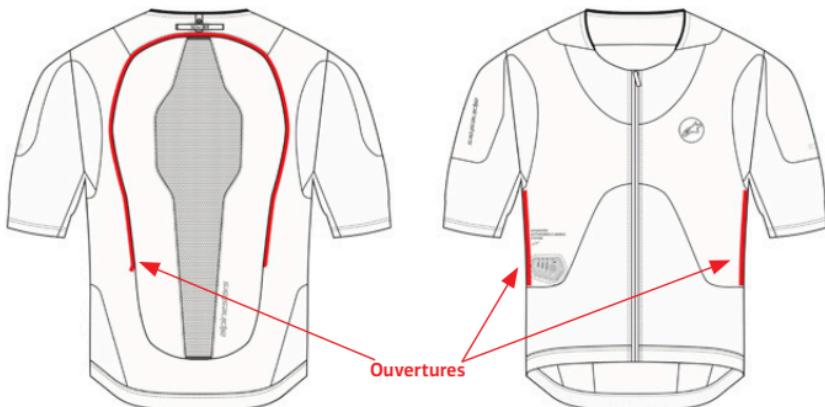

Figure 24 : Ouvertures de couche de base (1)
2. Détachez la protection dorsale (4) - Détachez le velcro sur la partie supérieure de la protection dorsale (4) et séparez la protection dorsale (4) de la couche de base (1).
3. Détachez l'airbag (11) - Par l'ouverture arrière, détachez les 12 boucles de connexion qui relient l'airbag (11) à la couche de base (1) dans la partie arrière du système et dans la zone des manches. Pour accéder aux boucles de connexion sur la partie avant du système, utilisez les deux ouvertures présentes sur les côtés de l'intérieur du vêtement, les ouvertures sont situées sur les côtés du système directement sous la zone des aisselles, comme le montre la figure 24. Procéder en retirant entièrement l'airbag (11) de la couche de base (1).